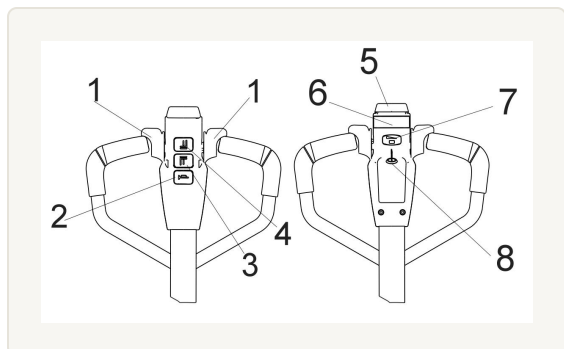

Fig. 8 Timone di comando
- 1 Inserire l'interruttore a chiave (8 in Fig. 8) e ruotarlo in posizione **ON**.
- 2 Prima della marcia, premere l'avvisatore acustico (2 in Fig. 8); il cicalino si spegne dopo **5-10 secondi**.
- 1 Posizionare il timone nel campo di marcia (**D**) e premere il pulsante acceleratore (1 in Fig. 8) nella direzione di marcia.
- 2 Regolare la velocità con l'acceleratore (1) e il selettore di velocità «tartaruga» (6 in Fig. 8).
- 2 Con il pulsante di inversione d'emergenza (5 in Fig. 8) per la frenata d'emergenza.
- 3 Con l'acceleratore (1 in Fig. 8) comandando il senso opposto di marcia.
Il veicolo è dotato di freno elettromagnetico: durante la marcia, il rilascio dell'acceleratore produce la frenata. Per il parcheggio, portare il veicolo in un'area sicura, abbassare completamente le forche, ruotare l'interruttore a chiave (8 in Fig. 8) in posizione OFF e rimuovere la chiave prima di lasciare il veicolo.
Il sollevamento e l'abbassamento delle forche sono comandati dall'interruttore di salita (3 in Fig. 8) e dall'interruttore di discesa (4 in Fig. 8).
In presenza di guasti o se il veicolo è inutilizzabile, sospendere l'uso e togliere l'alimentazione con la chiave. Se possibile, parcheggiare in area sicura, portare l'interruttore (8 in Fig. 8) in OFF e rimuovere la chiave. Avvisare immediatamente il responsabile o il servizio post-vendita CAIBO. Se necessario, utilizzare attrezzature speciali di traino/sollevamento per allontanare il veicolo dall'area di lavoro.
In caso di emergenza o di ribaltamento del veicolo, mantenere una distanza di sicurezza. Se possibile, ruotare l'interruttore a chiave (8 in Fig. 8) in OFF e rimuovere la chiave per scollegare il veicolo dall'alimentazione.